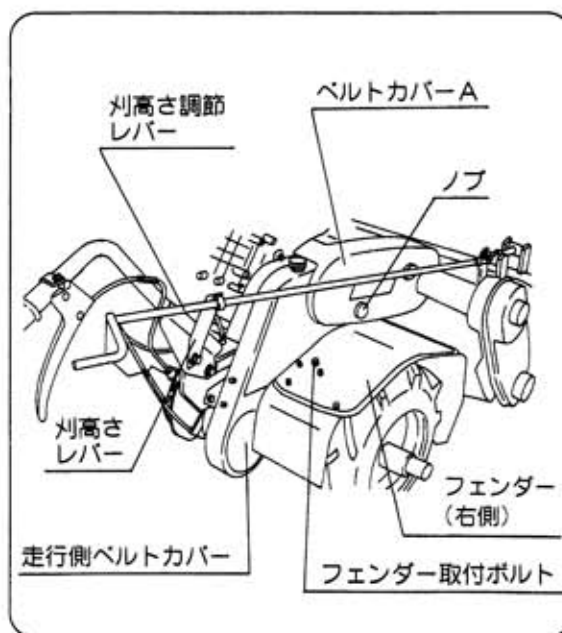
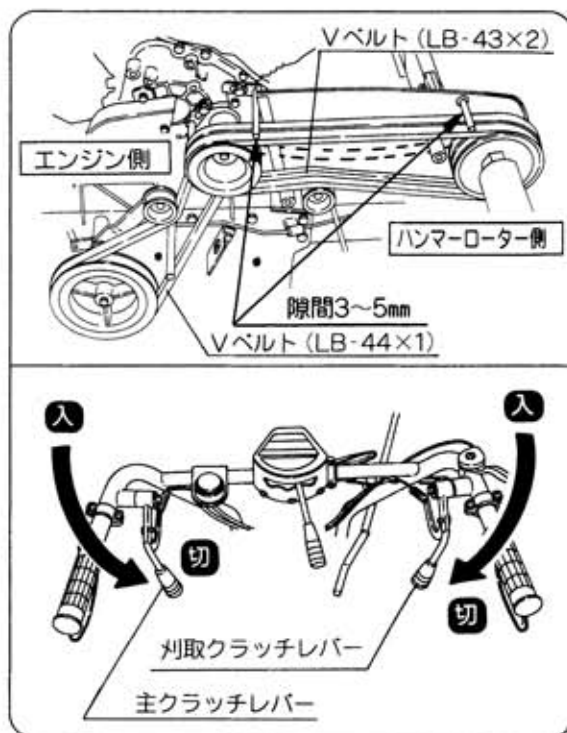

図56
図58
- ① フェンダー取付ボルトをゆるめフェンダー右側を外します。(図56)
- ② 刈高さ調節レバーをゆるめます。(図56)
- ③ ノブをゆるめベルトカバーAを外します。(図56)
- ④ 走行側ベルトカバーを外します。(図56)
⑥ Vベルトを交換します。(図58)
⑦ ベルト交換後は逆の順序で組立てます。
⑧ 主クラッチレバー [入]、刈取クラッチレバー [入] のとき、ベルトとベルト押さえの間は3~5mmになるようにベルト押さえを固定します。
⑨ ベルトカバーA、走行側ベルトカバー、フェンダーを取付けてください。(図56)